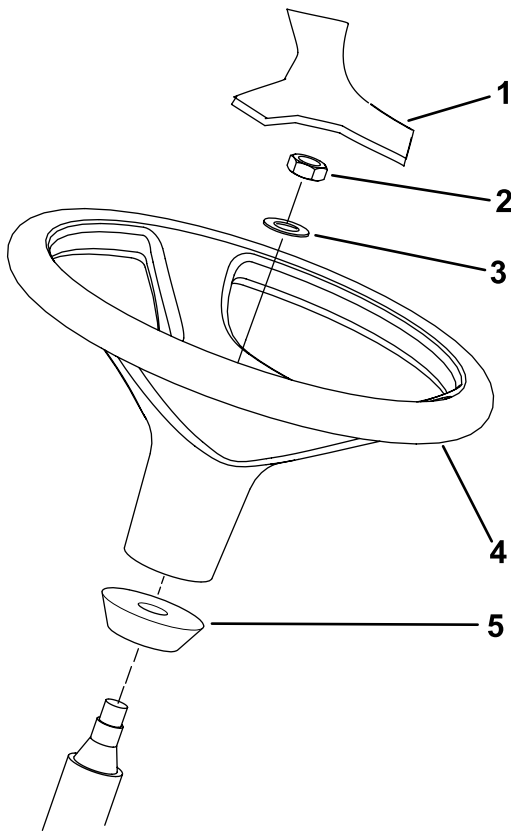

Figura 14
- 1. Retire el volante del palet de transporte (Figura 14).
Nota: Asegúrese de que el collar de espuma permanece en el eje de dirección (Figura 14).
3. Coloque el volante y la arandela sobre la columna de dirección (Figura 14).
5. Monte la tapa en el volante (Figura 14).